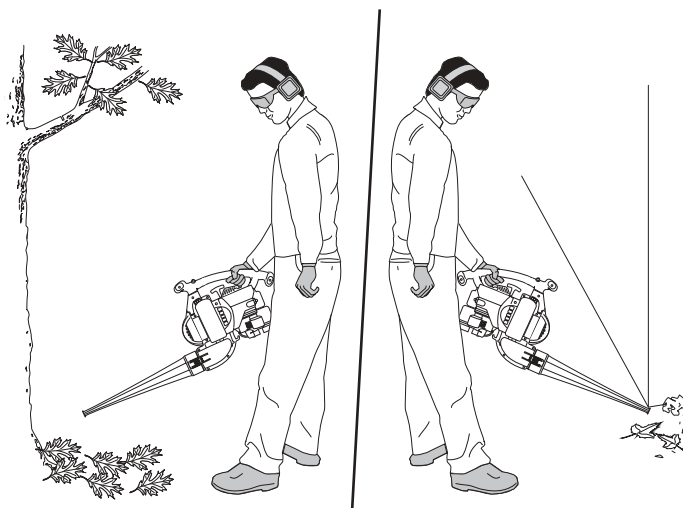

Fig. 14
- 1 Use la sopladora para árboles, arbustos, macizos de flores y zonas de limpieza difícil (Fig. 14).
- 2 Use la unidad alrededor de edificios y para otras limpiezas normales (Fig. 14).